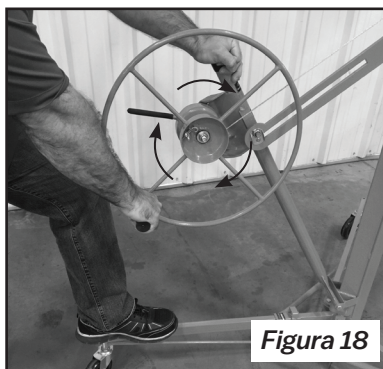
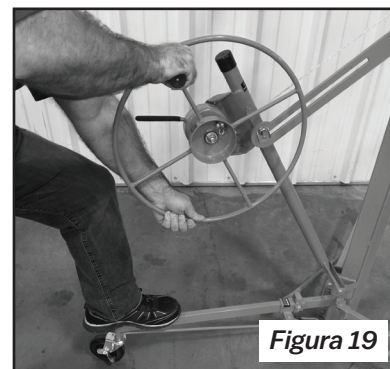

Figura 18
Figura 19
1. Aplique una presión firme hacia abajo en la pata trasera con el pie y sostenga el poste con la mano para mayor estabilidad (Figura 18).
2. Accione la rueda del cabrestante en la dirección que se muestra en la Figura 18. Para cargas más pesadas que requieran un mayor esfuerzo de accionamiento, utilice ambas manos en la rueda como se muestra en la Figura 19.